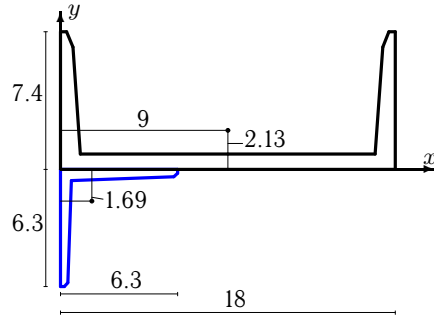

Рис. 13
1. Вводим систему координат. Определяем координаты центров тяжести фигур, составляющих сечение (рис. 13). Согласно табл.5, с. 302 (строка выделена полужирным шрифтом) имеем: